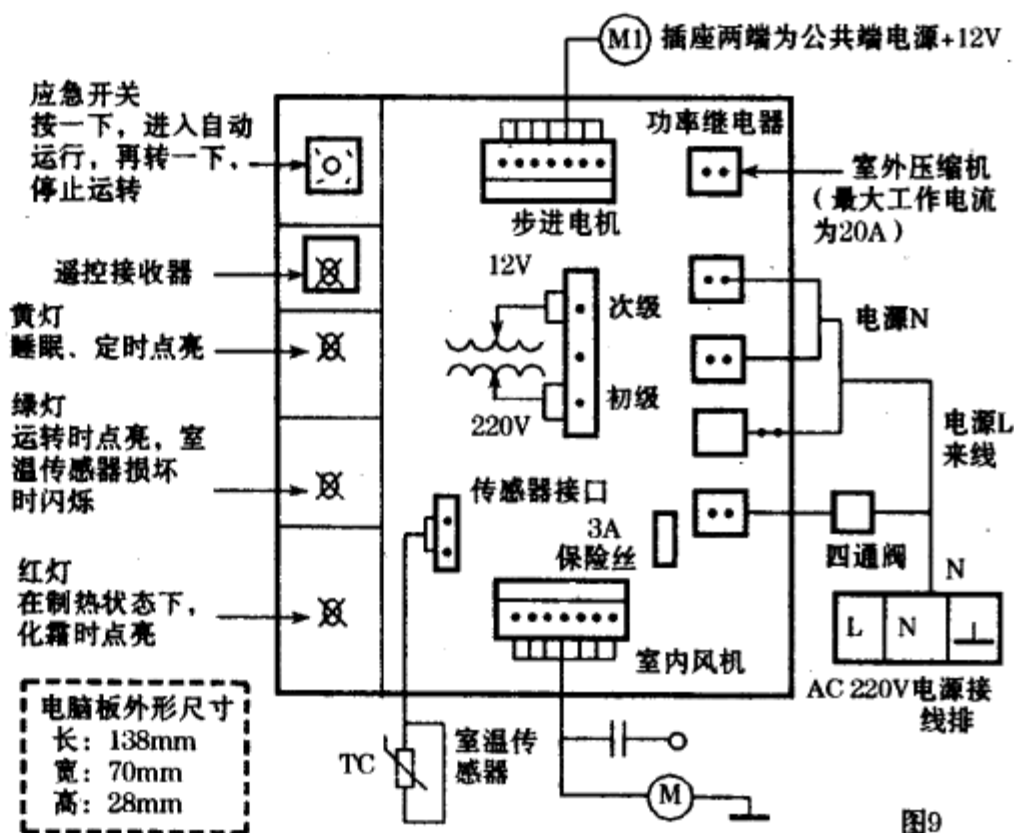

图9
(1) 把原损坏的微电板卸下。
(2) 用万用表测量室内风机的接线端子5根线，把两根阻值最大的线并在一起，测量另外的3根线，阻值大的为低速运转线，阻值小的为高速运转线，剩余的这根线为中速线，然后把找出的高、中、低速线分别插在控制板接插件上，然后把微电脑板风机电容卸下，接在室内风机5根线中的最大阻值的线上（也可单购买一个1nF/450VAC电容）。通用型微电脑板改装方法接线图（见图9所示）。